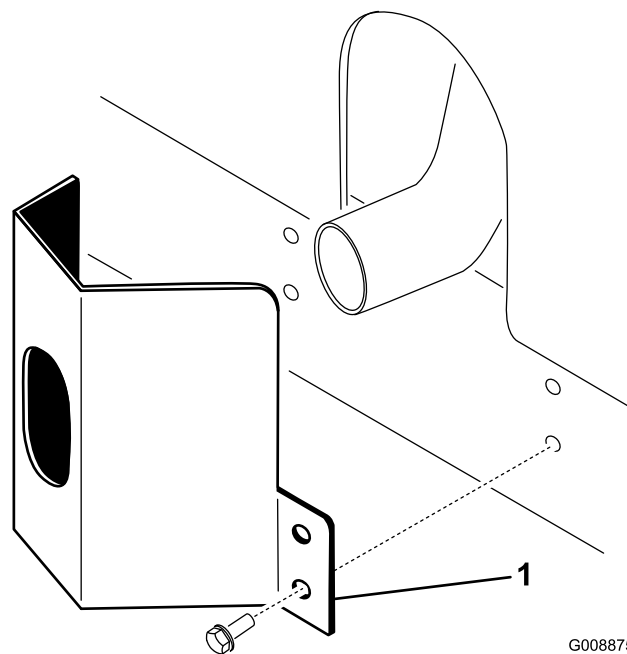

Bild 10
2. Befestigen Sie das Auspuffschutzblech mit vier Blechschrauben am Rahmen (Bild 10).
1. Positionieren Sie das Auspuffschutzblech um den Schalldämpfer, während Sie gleichzeitig die Befestigungslöcher auf die im Rahmen abstimmen (Bild 10).